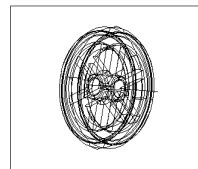

图 13-43
(15) 单击  按钮或者选择 View→Render→Render 命令。选择合适的材质, 最终得到图 13-43 所示的效果。